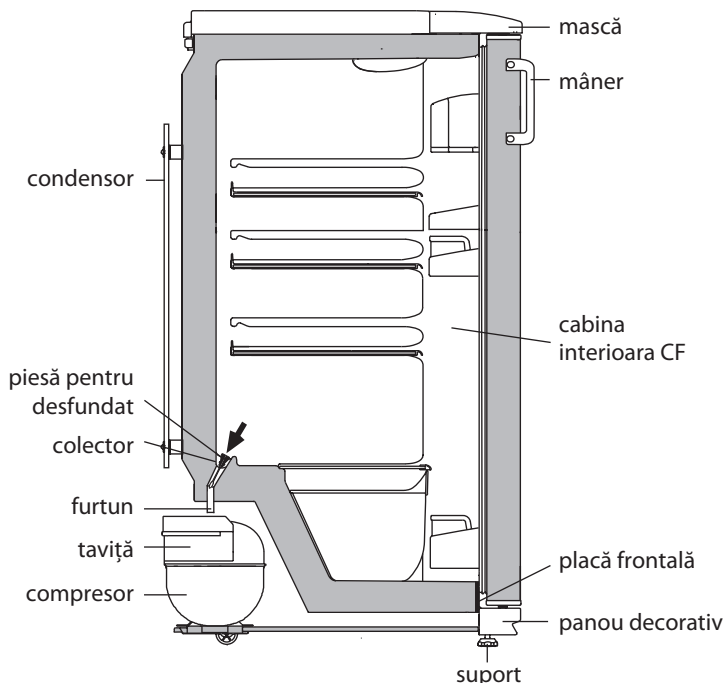

Figura 4 – Schema de scurgere a apei topite CF
2.2.1 În CF este utilizat un sistem automat de decongelare. Bruma, care apare pe pereții din spate a CF, după oprirea compresorului, se topește și se transformă în picături de apă. Picăturile de apă topită se scurg în tava, prin gaură – în conducta de ramificație și intră în vasul compresorului în conformitate cu figura 4 și se evaporă.
2.2.2 Este necesar în mod regulat (cel puțin o dată în 3 luni) să fie verificată curățenia tavii și să se verifice absența apei în tava. Prezența apei în tava indică infundarea a sistemului de drenaj. Pentru a elimina blocajul, curățați gaura din tava cu o perie, astfel ca apa fără obstacole să scurgă în vas, spălați peria și instalați-o în conformitate cu figura 4.
SE INTERZICE utilitatea frigiderului cu un sistem de drenare infundat. Apa, care a aparut in partea de jos a CF sau ce a aparut in locul de contact cu placa frontala a cabinei interioare a CF, in conformitate cu figura 4 poate cauza corodarea cabinei exterioare a frigiderului, poate afecta izolatia termica, poate duce la formarea fisurilor cabinei interioare a frigiderului si defectarea frigiderului.